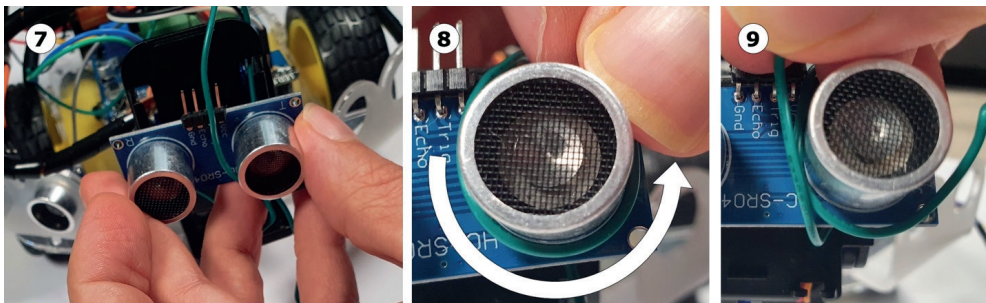

Рис. 10.19. Протягиваем провод под элементом датчика
8. Теперь протяните провод под большим круглым элементом датчика (ультразвуковым приемопередатчиком), как показано белой стрелкой на рис. 10.19.